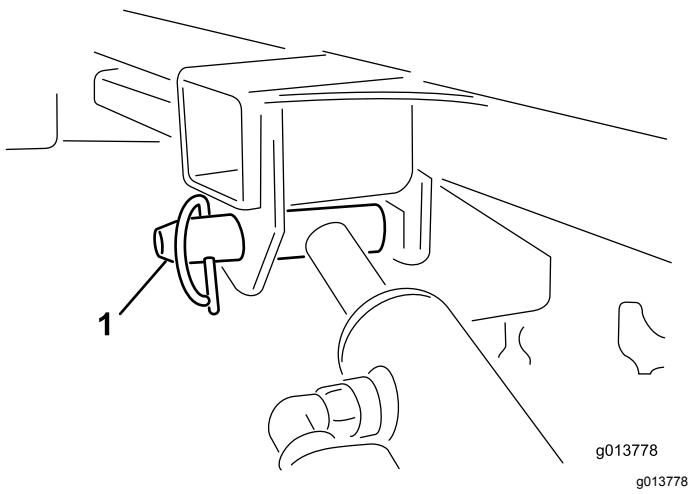

Figura 51
- Com uma mão, segure o cilindro de elevação. Com a outra, remova o pino de bloqueio do cilindro de elevação (Figura 51).